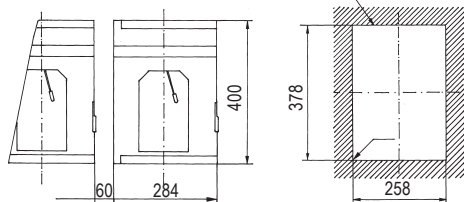

Fig. 1
**Il montaggio a quadro** avviene introducendo la cassetta dello strumento in un'apertura praticata nel pannello e fissandola con le quattro colonnine e le apposite piastrine di riscontro. Le dimensioni per la foratura del pannello sono indicate in Fig. 1 e 2.
**Panel mounting** is obtained by placing the instrument into a proper panel cut-out and securing it by means of the pillars and auxiliary fixing plates. Panel cut-out dimensions are shown in Fig. 1 and 2.